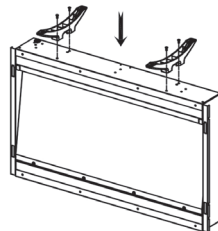

Figure 9
- Assurez-vous que les pieds sont fermement connectés au boîtier de la cheminée et fixez-les en plus avec les quatre vis incluses dans la livraison et serrez-les (voir figure 9).